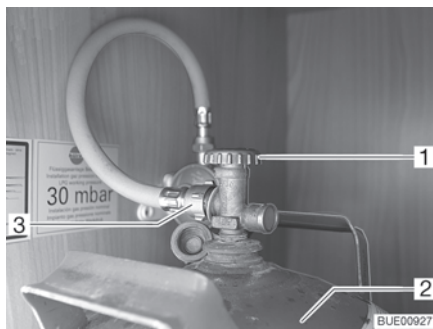

Fig. 114 Vano portabombole
- Chiudere la valvola principale di arresto (Fig. 114,1) della bombola del gas (Fig. 114,2). Osservare la direzione della freccia.
- Svitare il tubo del gas (Fig. 114,3) dalla bombola del gas.